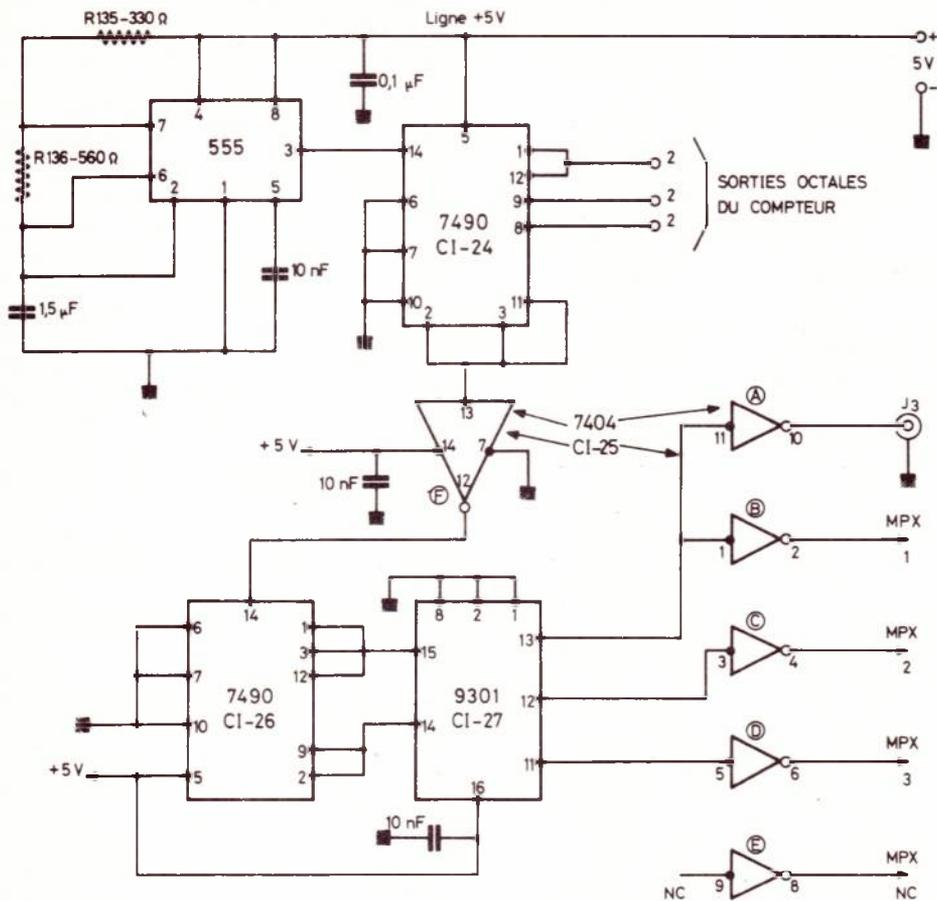

Figure 3
A la **figure 3** on trouve en haut et à gauche l'horloge réalisée avec un circuit intégré 555 CI-23 (par exemple un NE 555 de Signetics), monté en oscillateur de relaxation. En fait, c'est un multivibrateur astable qui engendre les signaux d'horloge. On règle la fréquence avec R_{135} qui modifie également le rapport cyclique. Avec les valeurs indiquées sur le schéma, la fréquence du signal est de 2 000 Hz, valeur non critique.
On peut voir que le 555 est alimenté à partir de la ligne + 5 V découplée par un condensateur de 0,1 μ F. D'ailleurs, toutes les parties de la **figure 3** sont alimentées sous 5 V.
En revenant à la partie représentée à la **figure 3**, on trouve un élément inverseur CI-25 qui commande le deuxième compteur 7490, CI-26, suivi du CI 9301 (Fairchild) et dont les signaux des points 13, 12, 11 sont appliqués à des inverseurs (A), (B), (C), (D) faisant partie du CI-25. Celui-ci est un sextuple inverseur du type 7404 dont l'élément (E) n'est pas utilisé.